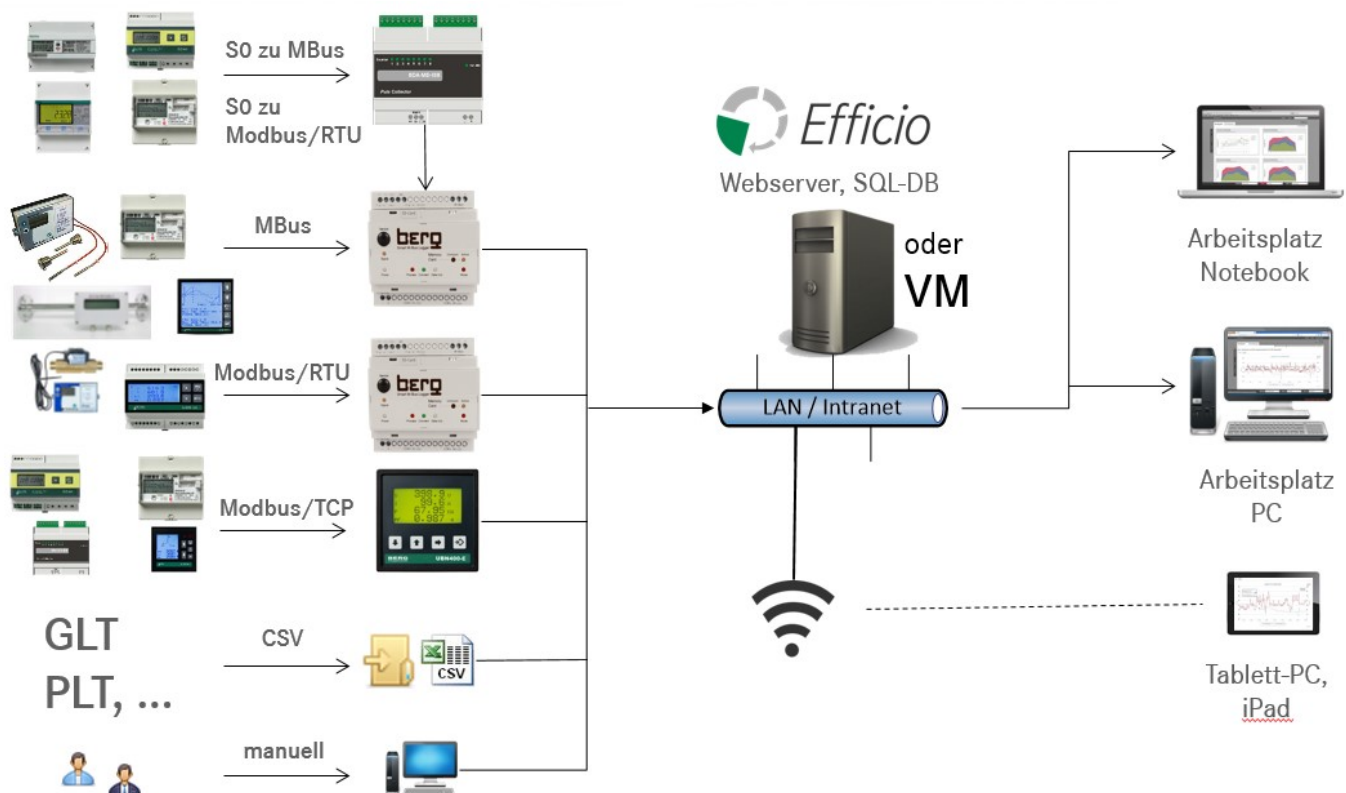

Abbildung 1: Efficio - Aufbauschema
Abbildung 1 zeigt den Aufbau des Energiemanagementsystems Efficio. Die Software wird zentral auf einem Server im Intranet, z.B. auf einer virtuellen Maschine (VM) mit Windows Betriebssystem installiert. Damit kann sie auf ein beliebig großes und weit verteiltes Netzwerk für die Zählerfernauslesung und Messwernerfassung zugreifen, die Daten aufbereiten und die Ergebnisse allen Nutzern auf PC, Notebook oder Tablet bereitstellen. **Der Einsatz von Medienzählern ist herstellerunabhängig!**